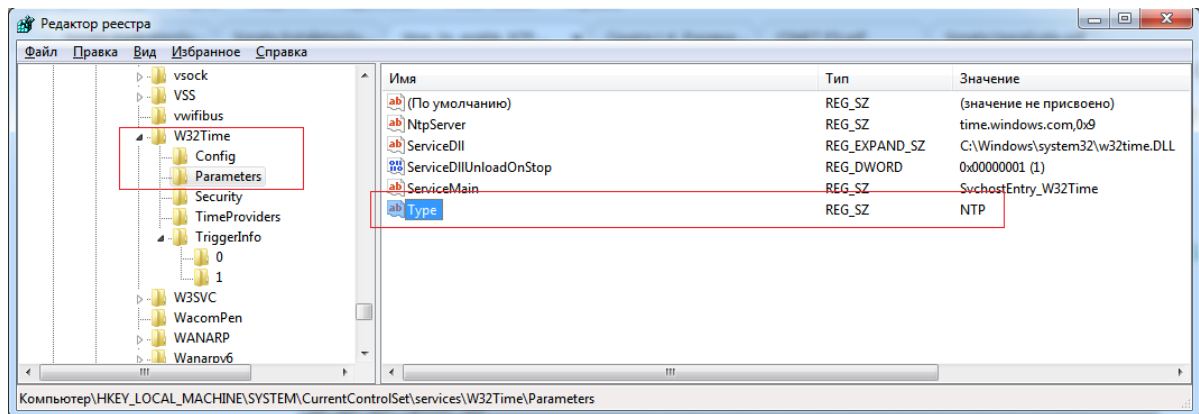

Рисунок 3.10 - Настройка параметра Type
2. Далее найдите и нажмите HKEY_LOCAL_MACHINE\SYSTEM\CurrentControlSet\Services\W32Time\Parameters. В окне справа выделите параметр Type и измените ему значение на NTP (см. рис. 3.10).